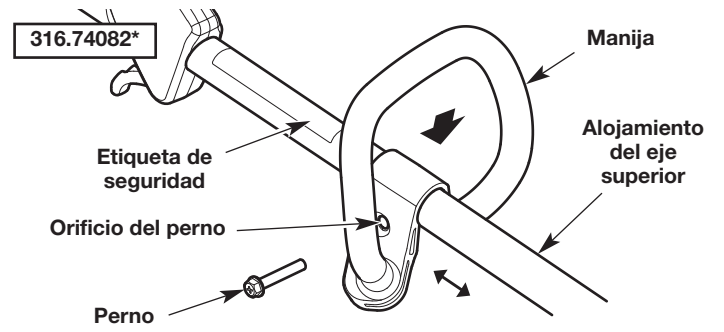
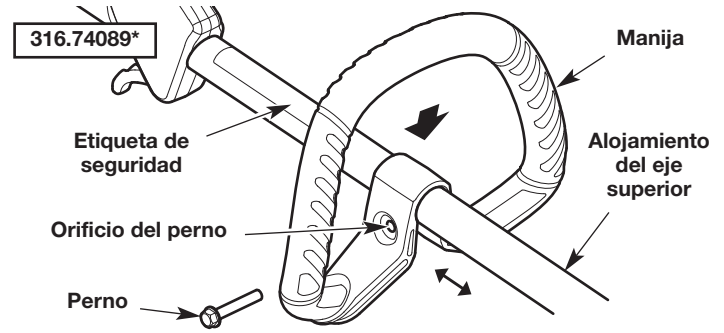

Fig. 5
Fig. 6
1. Oprima la manija hacia abajo sobre el alojamiento del eje superior (Fig. 5 or Fig. 6). Asegúrese de que el orificio del perno mire hacia la derecha (Fig. 5 or Fig. 6).
2. Inserte el perno en el orificio del perno y oprímalo para que pase a través de él (Fig. 5 or Fig. 6). Ajuste el perno con un destornillador de cabeza plana, pero no lo ajuste completamente.
3. Mantenga la unidad en la posición de funcionamiento (Fig. 13). Mueva la manija hacia arriba o abajo del alojamiento del eje superior hasta que esté en una posición cómoda (Fig. 5 or Fig. 6). Compruebe que la manija esté ubicada más allá del extremo de la etiqueta de seguridad (Fig. 5 or Fig. 6).
1. Afloje el perno con un destornillador de cabeza plana (Fig. 5 or Fig. 6).
2. Mantenga la unidad en la posición de funcionamiento (Fig. 13). Mueva la manija hacia arriba o abajo del alojamiento del eje superior hasta que esté en una posición cómoda (Fig. 5 or Fig. 6). Compruebe que la manija esté ubicada más allá del extremo de la etiqueta de seguridad (Fig. 5 or Fig. 6).